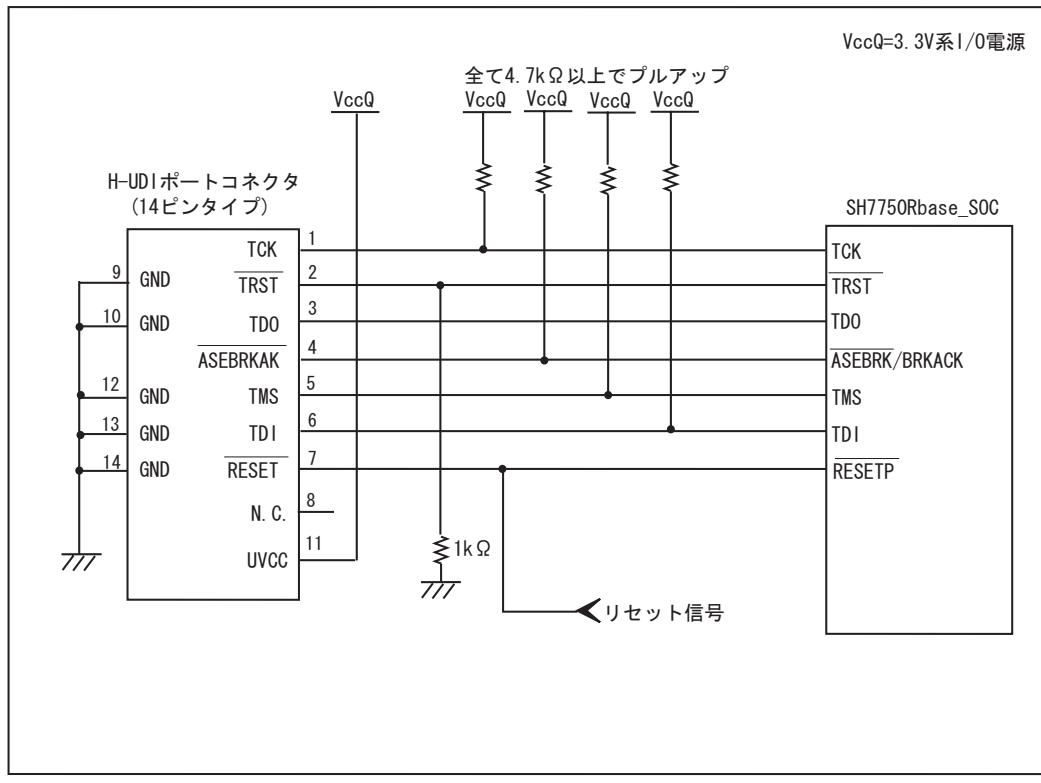
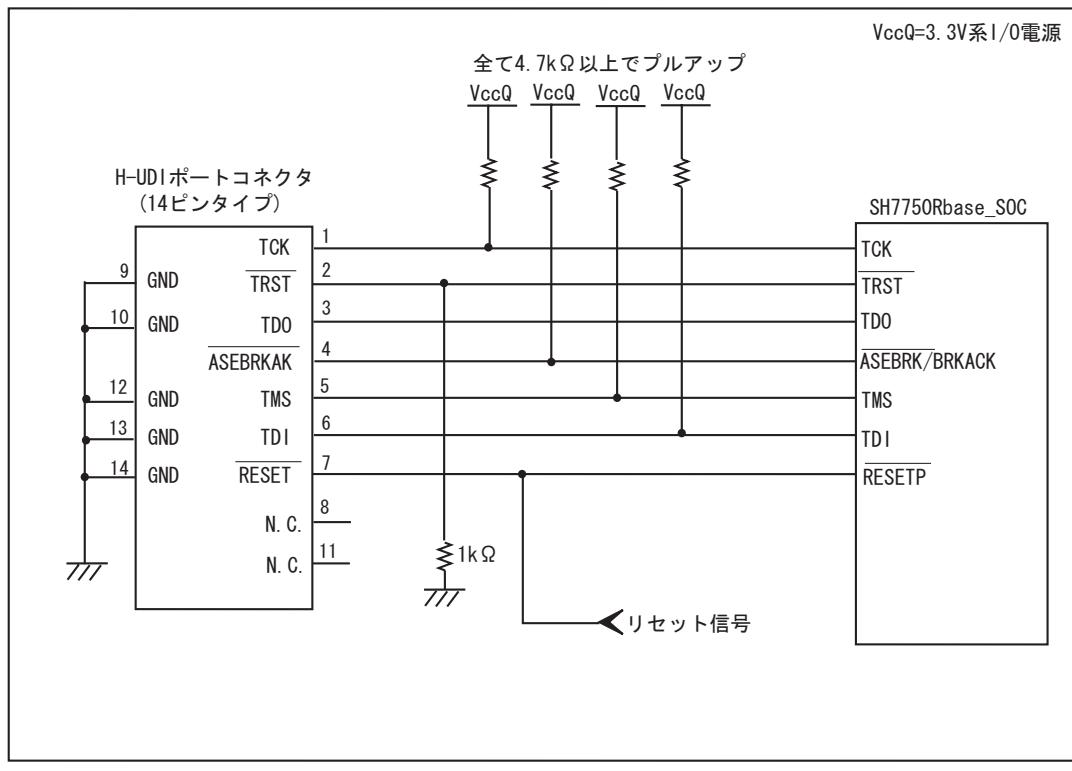

図 1.5 E10A-USB 使用時の H-UDI ポートコネクタ - チップ間の推奨接続例
図 1.6 E10A-USB 使用時の H-UDI ポートコネクタ - チップ間の接続例
E10A-USB エミュレータ使用時の H-UDI ポートコネクタ(14 ピンタイプ)とチップ間の推奨接続例を図 1.5、UVCC 未接続時の接続例を図 1.6 に示します。
5. 図 1.5、図 1.6 に記載されている抵抗値は、参考値です。
- 図 1.5 推奨接続例で回路を組んだ場合の E10A-USB エミュレータのスイッチ設定:SW2=1, SW3=1
- 図 1.6 接続例で回路を組んだ場合の E10A-USB エミュレータのスイッチ設定 : SW2=0, SW3=1 スイッチ設定の詳細は、「SuperH™ファミリ用 E10A-USB エミュレータユーザーズマニュアル 3.8 DIP スイッチの設定」を参照してください。